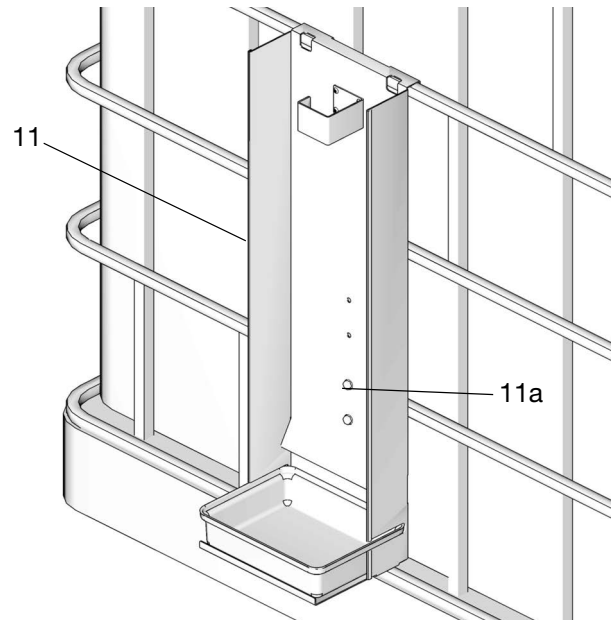

FIG. 20
1. Coloque la bandeja para medidor (11) en el costado del contenedor IBC (FIG. 20).
2. Fije la bandeja en su lugar con 4 tornillos (11a) (FIG. 20).